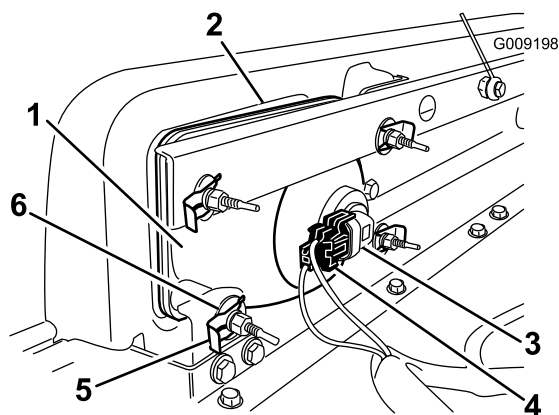

Figure 34
3. Montez le phare neuf à travers l'ouverture dans le pare-chocs (Figure 34). Veillez à bien aligner les ergots sur les trous dans le support de montage du pare-chocs.
2. Sortez l'ensemble phare en le déplaçant vers l'avant à travers l'ouverture dans le pare-chocs avant (Figure 34).